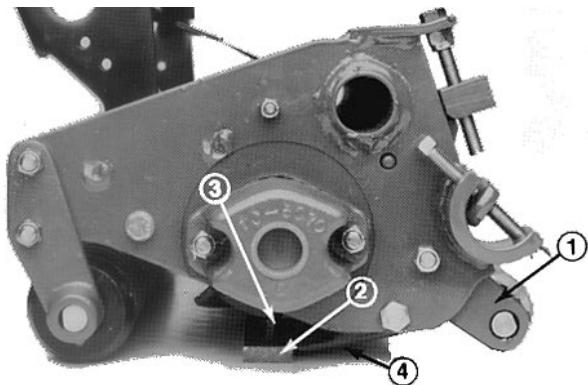

Bild 6
2. Ein 6,4 mm oder dickeres Blech unter die Spindelmesser legen und in Kontakt mit der Schnittkante des Untermessers bringen (Bild 6). Die hintere Rolle darf die Oberfläche der Werkbank nicht berühren.